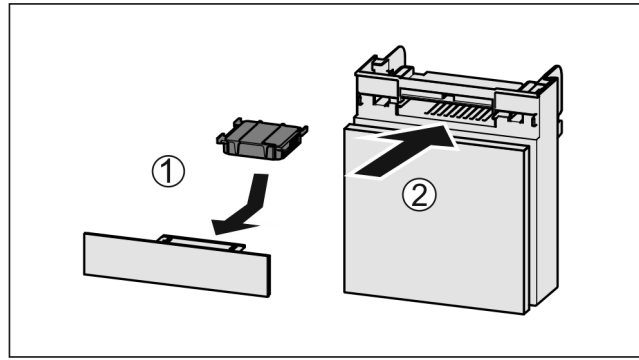

*Fig. 52*
- ▶ Fach nach vorne herausziehen *Fig. 52 (1)*.
- ▶ Aktivkohlefilter entnehmen *Fig. 52 (2)*.